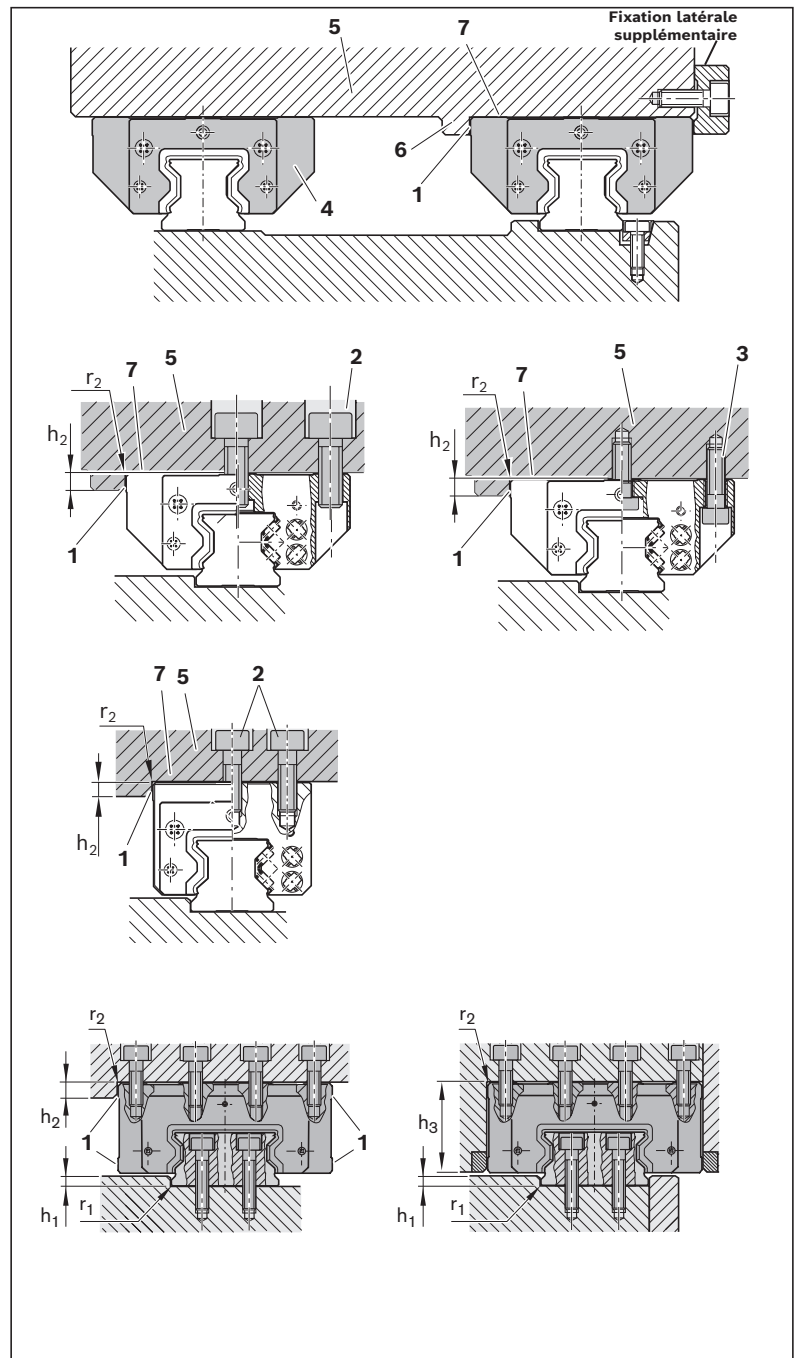

Fig. 55: Montage d'éléments périphériques sur le guide
1. Déposer l'élément (1) sur une surface non glissante (2).
5. Presser éventuellement le guide sur le bord de référence (3) et le munir de fixations latérales supplémentaires ➡ Fig. 55.